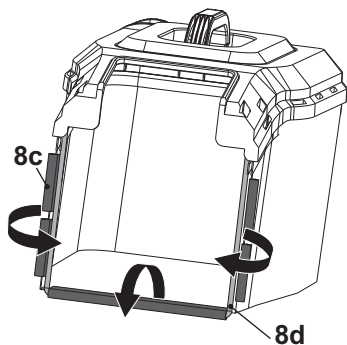

Fig. 5
1. Enganche los tres clips de goma (8c) en la barra de soporte (8d) del recogedor de césped (8) (Fig. 5).